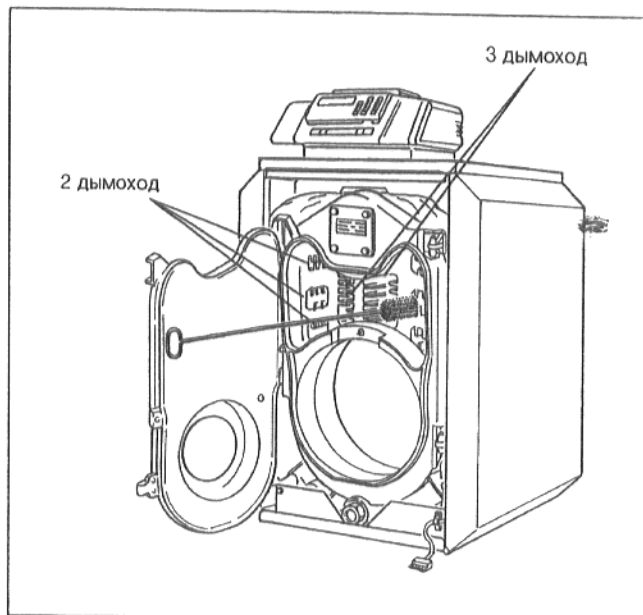

рис. 44
- Щеткой (1) очистить дымоходы 2 и 3 (рис. 44). Очистка осуществляется горизонтальными движениями щетки.